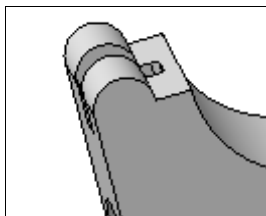

Рис. 18.25. Сечение по эскизу
- ◆ нажмите кнопку **Создать объект**, и система вырежет сечение по эскизу (рис. 18.25);